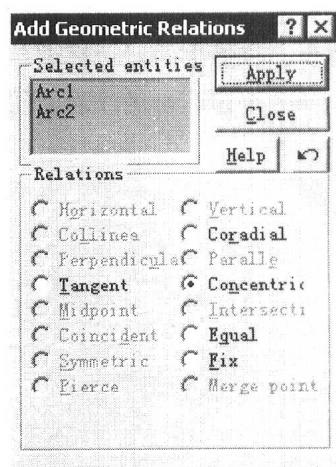

图 2-3 加入限制条件
3. 加入限制条件。单击 或者执行 Tools → Relations → Add 命令加入限制条件，弹出 Add Geometric Relations 对话框，如图 2-3 所示。